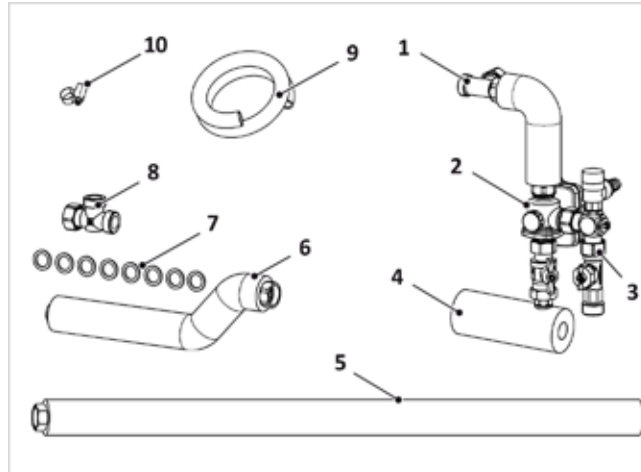
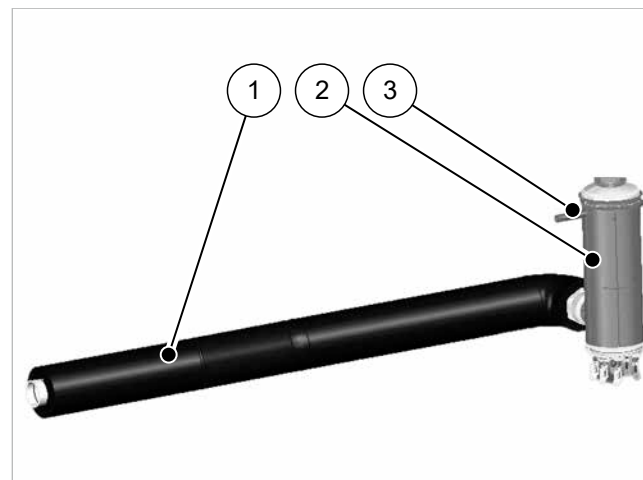

Abb. 2: Montagepack LM WP-VSG / WP-SL-VSG 3-W Ventil
Abb. 7: Heizpatrone mit WP-Vorlaufrohr
Zur Identifizierung der Teile siehe auch → Abb. 2, S. 7.
Bei der Kombination des SolvisMax Solo mit der SolvisMia oder SolvisLea Eco ist im Lademodul WP-SL-VSG zusätzlich die mitgelieferte Heizpatrone (HPT) in den Wärmepumpen-Vorlauf zu integrieren. Dieser „Montagepack LM WP-SL HPT“ (→ Abb. 7) ersetzt hier das „Anschlussrohr WP-VL“, vgl. → Abb. 2 (5).